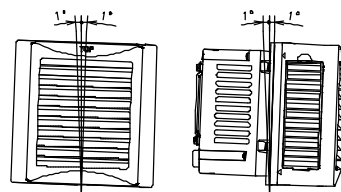

図9
- ・キャビネットへ本器取付け時に前後、左右とも傾き（±1°以下）がないように、水準器等で確認してください。（図9）